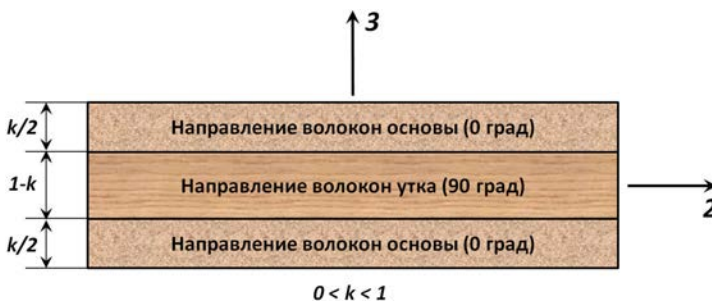

Рисунок 6.20. Представление слоя в виде пакета из трех слоев
1. Тканый слой представляется в виде трех слоев (рисунок 6.20): двух внешних однонаправленных слоев толщины $k/2$ с углом 0° (направление волокон основы) и одного внутреннего однонаправленного слоя толщины $(1 - k)$ с углом 90° (направление волокон утка).
3. Используя найденные свойства каждого слоя и их углы укладки, определяются эффективные свойства этого композита для 1–2 системы координат (рисунок 6.20), где 1 – направление волокон основы. Вычисление этих свойств аналогично вычислению эффективных свойств композита в **Разработчик композитов (Laminate Modeler)**, включая трансверсальные модули сдвига.